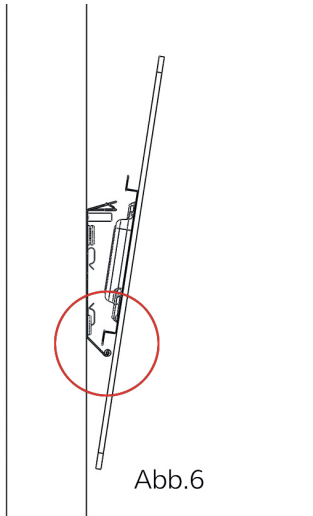

Abb.6
11. Nun hängen Sie das Paneel an der Montagebox in die Wandhalterung ein. (Abb. 6, 7, 8) Bei Waagrechter Montage hängt das Paneel sicher in der Halterung und kann nach vorne gekippt werden, ohne dass es herausfällt.